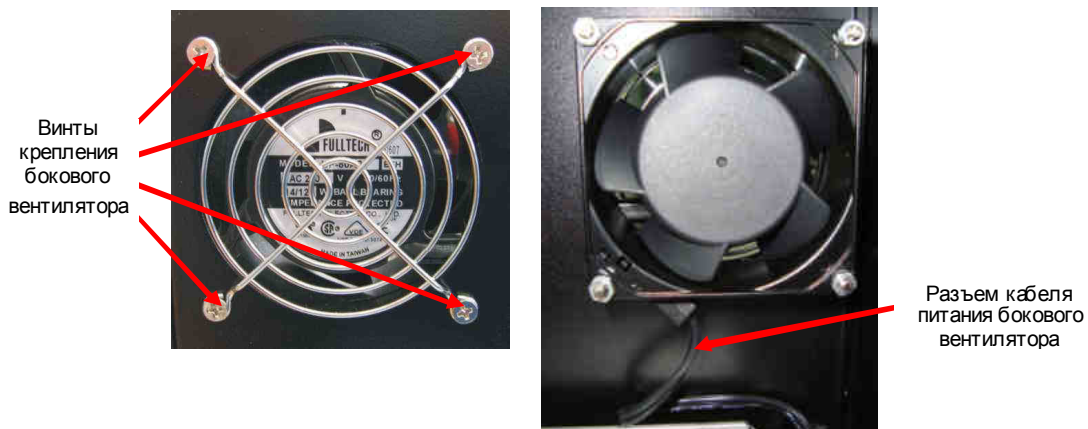

Рис. 6.23. Демонтаж бокового вентилятора.
6.21.1. Отсоединить разъем кабеля питания вентилятора (рис.6.23.б).
6.21.2. Отвернуть четыре винта и снять вентилятор (рис.6.23.а).